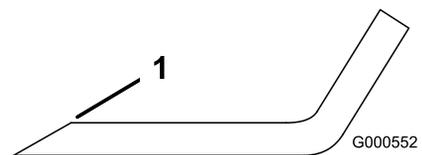

Figura 49
1. Affilate i taglienti da entrambe le estremità della lama con una lima (Figura 49). Rispettate l'angolazione originale. La lama conserva il proprio equilibrio soltanto se viene rimossa una quantità uguale di materiale da entrambi i taglienti.
2. Controllate l'equilibrio della lama posizionandola su un bilanciatore (Figura 50). Se la lama rimane in posizione orizzontale, è bilanciata e può essere utilizzata. Se la lama non è bilanciata, limate del metallo soltanto dalla costa (Figura 49). Ripetete la procedura finché la lama non è perfettamente bilanciata.